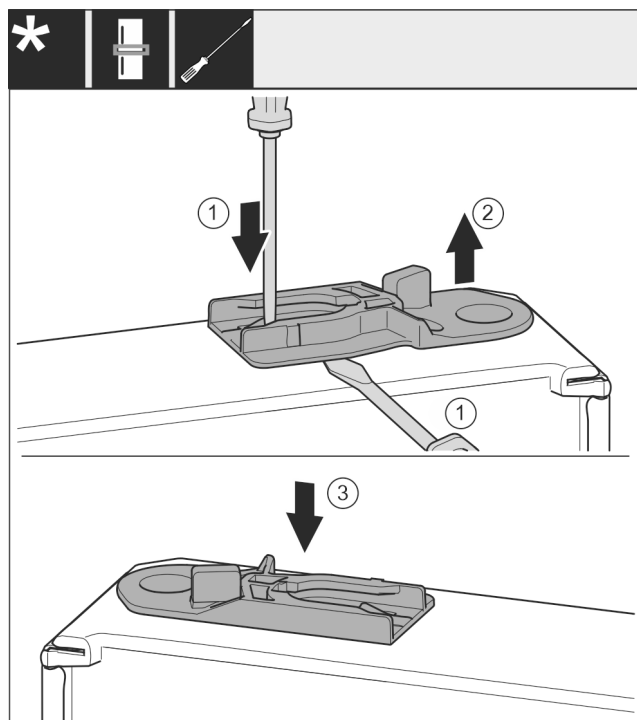

Fig. 53 *
- Izvelciet vadošo ieliktni: spiediet ar plakano skrūvgriezi mēlīti Fig. 53 (1) un vienlaikus ar plakano skrūvgriezi virziet zem vadošā ieliktna Fig. 53 (2).*
- Iebīdiet piegādes komplektācijā klātpievienoto vadošo ieliktni Fig. 53 (3) ierīces otrajā pusē.*